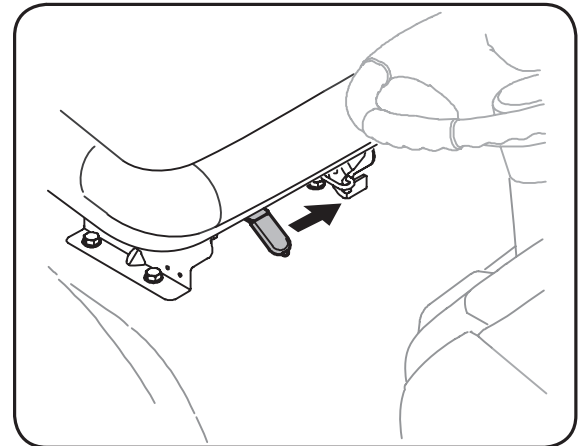

Figure 3-5
3. Pour ajuster la position du siège s'il est équipé d'une manette de réglage, déplacez la manette (qui se trouve sous le siège) vers la gauche et avancez ou reculez le siège. Consultez le chapitre «Installation». Assurez-vous que le siège est bloqué en position avant de mettre le tracteur en marche. Voir la Figure 3-5.